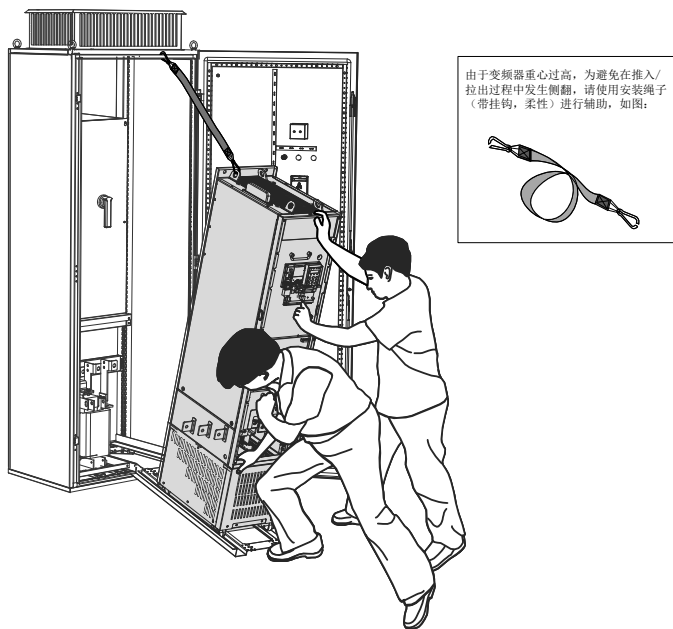
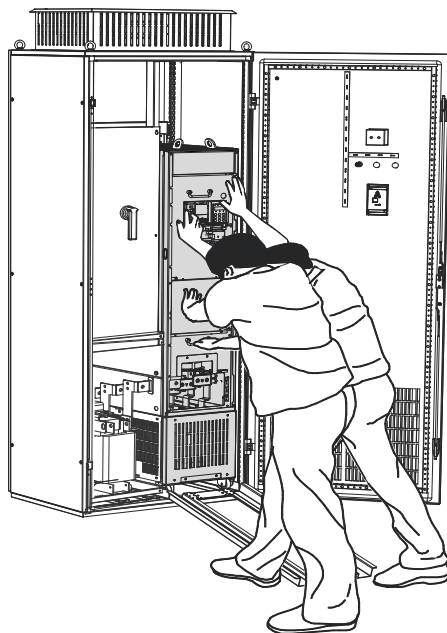

图 3-20 将变频器缓缓推入机柜
图 3-21 完成变频器进柜
- 需要将变频器推入或推出机柜时，务必将变频器脚轮对准导轨后再推入或拉出，为确保安全，必须要求两个人操作，如图 3-20、图 3-21；
5	两个人配合操作，将变频器脚轮对准安装导轨后，缓缓推入机柜（如图 3-20、图 3-21）。安装过程中请使用安装辅助绳，避免变频器在推入 / 拉出过程中发生侧翻。